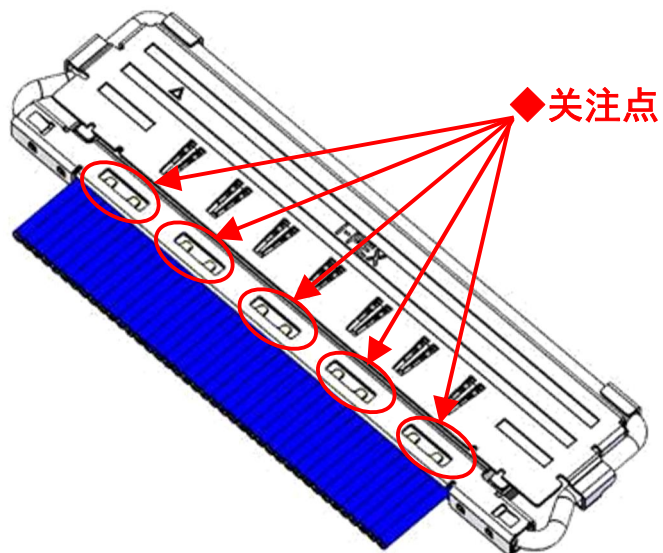

图 10 外壳 A 和接地棒焊接
- ④ 推荐将 Shell A、B 和 Ground bar 用电烙铁全部焊接。（图 10, 11◆部）